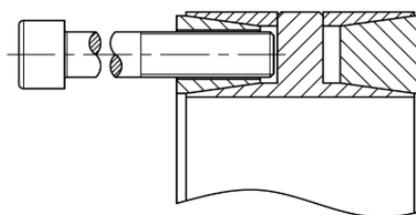

Fig.2
- III. Para anéis de dimensões maiores, é recomendável montar alguns parafusos na rosca de extração do anel frontal (Fig2), para facilitar a montagem.
- V. Apertar os parafusos uniformemente e em cruz, com um mínimo de três etapas. Até atingir o torque de aperto final indicado em catálogo (MA). Este processo deverá ser executado com o auxílio de um torquímetro aferido.
- II. Remover os parafusos próximos às roscas de extração e montá-los nestas roscas. O anel frontal é liberado pelo parafuso extrator quando se apoiar na face sem furação do anel interno (Fig 2).